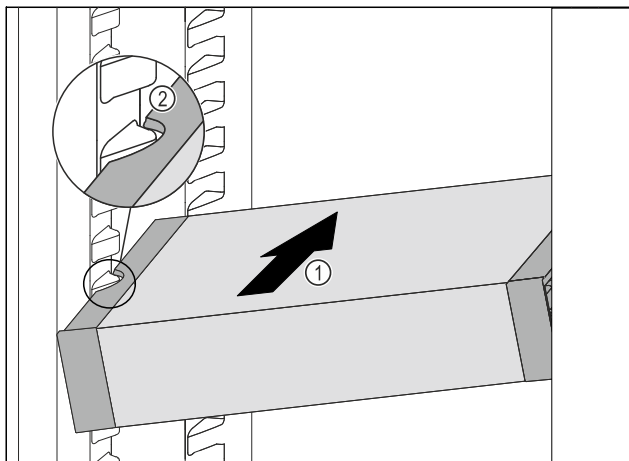

Fig. 75
- ▶ Вдвигайте VarioSafe под наклоном в холодильное отделение Fig. 75 (1), пока боковые выемки Fig. 75 (2) VarioSafe не окажутся на высоте выступа резервуара в холодильном отделении.